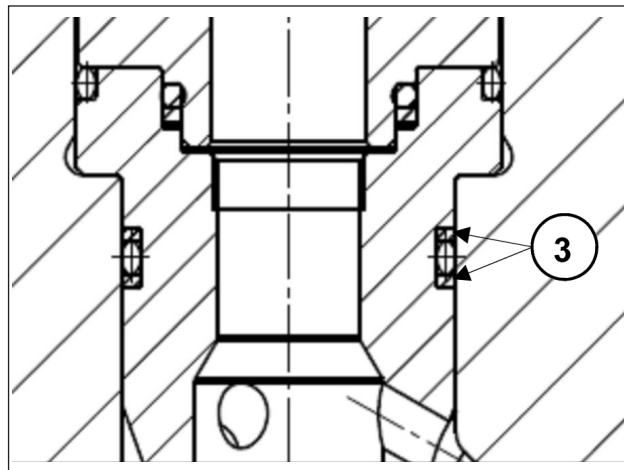

Fig. 35
- 2 Inserire i gruppi valvola di aspirazione e mandata con le relative bussole verificando che siano a battuta in fondo alla sede testata. Prestare particolare attenzione a non danneggiare gli anelli antiestrusori delle bussole (Fig. 35, pos. ③); per un corretto posizionamento ed adattamento degli anelli nelle rispettive sedi procedere come segue: